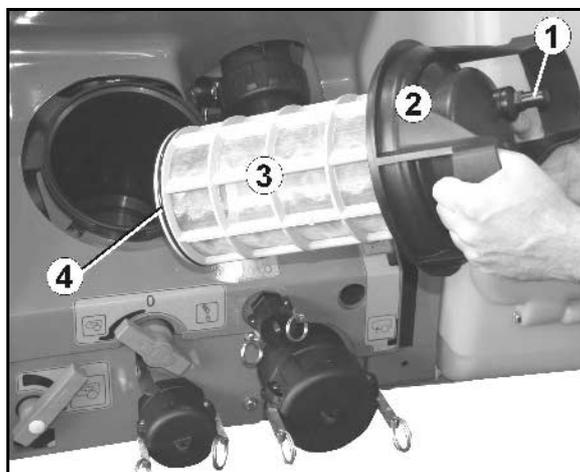

Рис. 127
Чистите приемный фильтр (Рис. 127) ежедневно после режима эксплуатации.
5. Открутите блокирующий винт приемного фильтра (Рис. 127/1).
6. Снимите крышку (Рис. 127/2).
7. Извлеките патрон фильтра (Рис. 127/3) и почистите водой.
- Смажьте нижнее кольцо круглого сечения на всасывающем фильтре (Рис. 127/4).